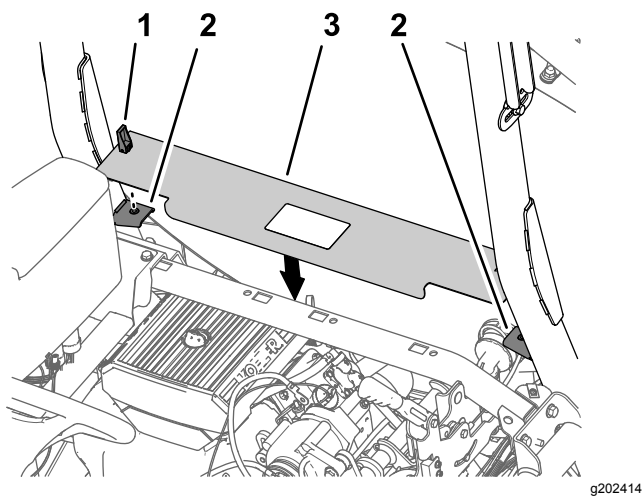

Figura 219
1. Alinhe os trincos do painel de acesso ao motor com os casquilhos nos suportes do painel na barra de segurança (Figura 219).
2. Monte o painel nos suportes (Figura 219).
3. Rode os trincos dos manípulos para baixo para prender o painel aos suportes (Figura 219).